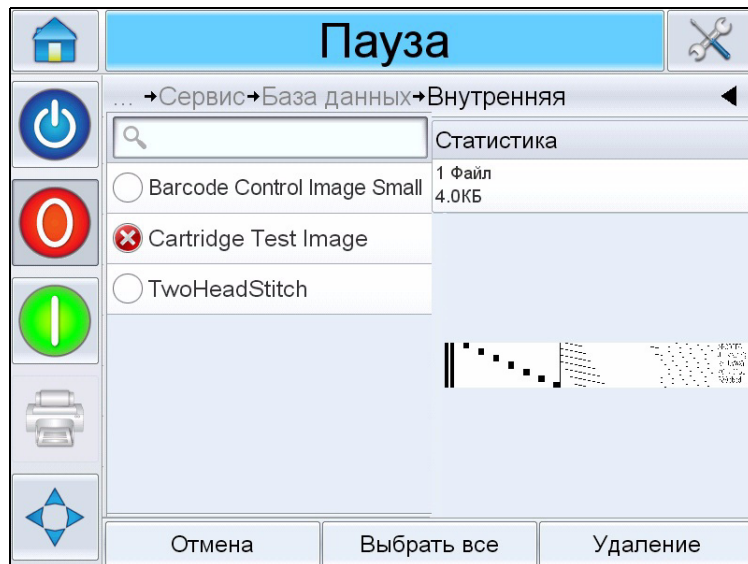

Рис. 6–27: Окно удаления баз данных
- 3 Выберите требуемую базу данных (внутреннюю или внешнюю) и коснитесь элемента *Редактировать*, чтобы перейти на экран удаления (см. Рис. 6–27). Эта страница содержит список всех имеющихся заданий на печать вместе с подробной информацией о количестве и размере выбранных заданий.